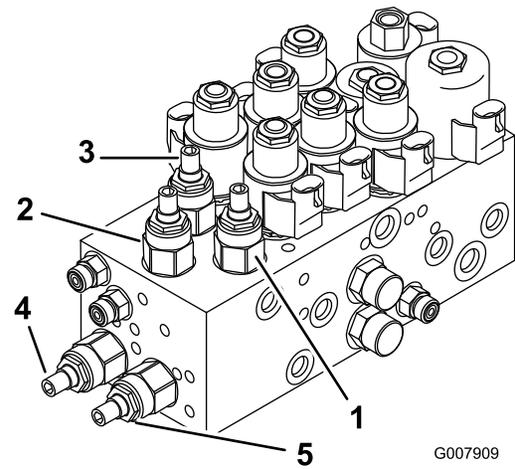
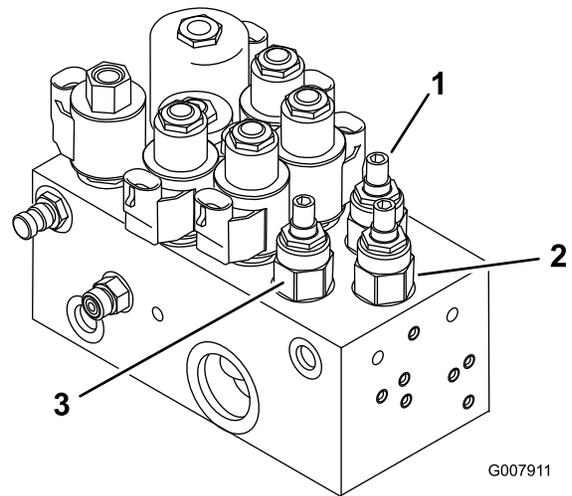

Figura 82
Figura 83
1. Localice las válvulas de ajuste de las unidades de corte deseadas; las válvulas están situadas en el colector de elevación (ver tabla y Figura 82 y Figura 83).